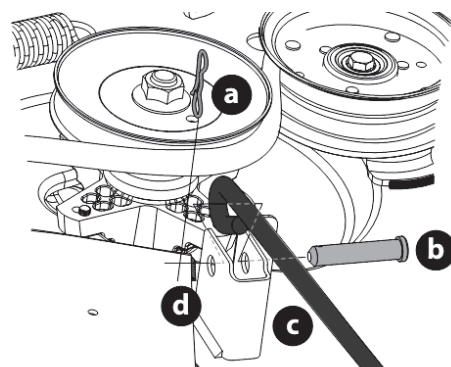

Рис. 32
- b. Извлеките третий шплинт (a) с пальца (b), который крепит передний рычаг управления режущей декой (c) к подъемному кронштейну (d). Извлеките палец (b) (рис. 32).